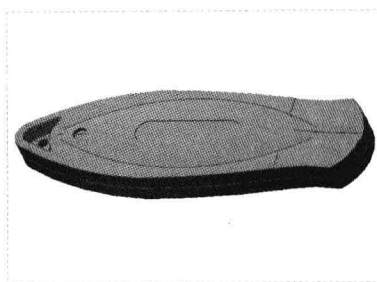

图 11-80 图形文件
Step 01 按【Ctrl+O】组合键，打开图形文件，如图 11-80 所示，在绘图区选择曲面对象。